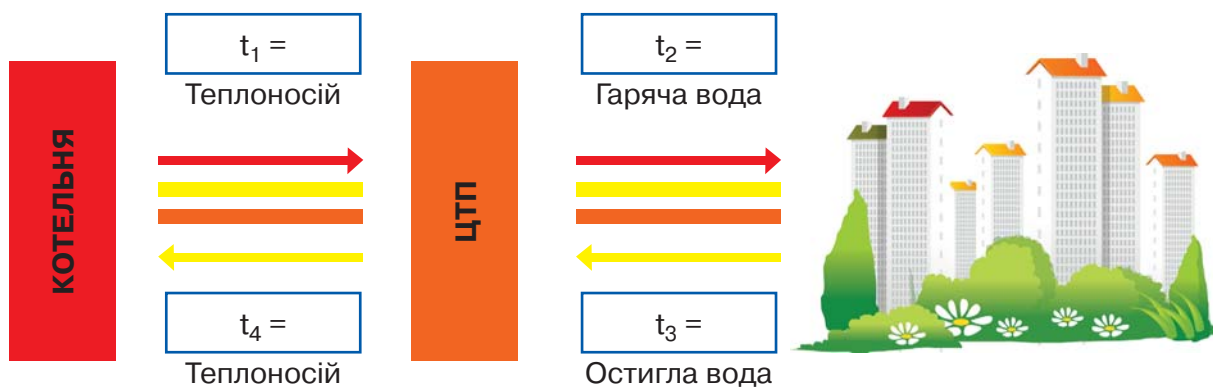

Рисунок 2.1 – Схема процесу подачі тепла споживачам
Віддавши тепло, теплоносій повертається назад у котельню через центральну розподільну систему, знову нагрівається продуктами згоряння природного газу, і весь процес повторюється. Коротко кажучи, теплоносій увесь час циркулює (рухається по замкненому колу) у системі тепlopостачання. Нижче подано схему процесу подачі тепла споживачам (рис. 2.1).
- схема процесу подачі тепла (рис. 2.1) на аркуші паперу формату А1.